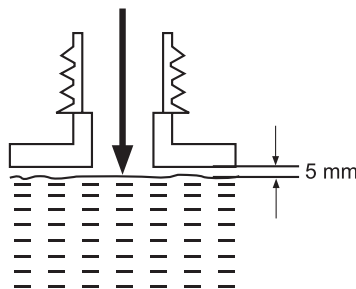

Fig. 12
1. Coloque el producto sobre una superficie adecuada, con el tapón del depósito de aceite (14) hacia arriba.
2. Desenrosque y retire la tapa del depósito de aceite (14) y, a continuación, añada lubricante al depósito. Recomendamos el uso de aceite de cadena respetuoso con el medio ambiente, específicamente diseñado para uso con este producto. Utilice un embudo con filtro para evitar la entrada de suciedad en el depósito y evitar derrames o llenar el depósito en exceso. No llene en exceso y deje aproximadamente 5 mm de espacio con respecto al borde inferior para permitir que el lubricante se expanda (Fig. 12).